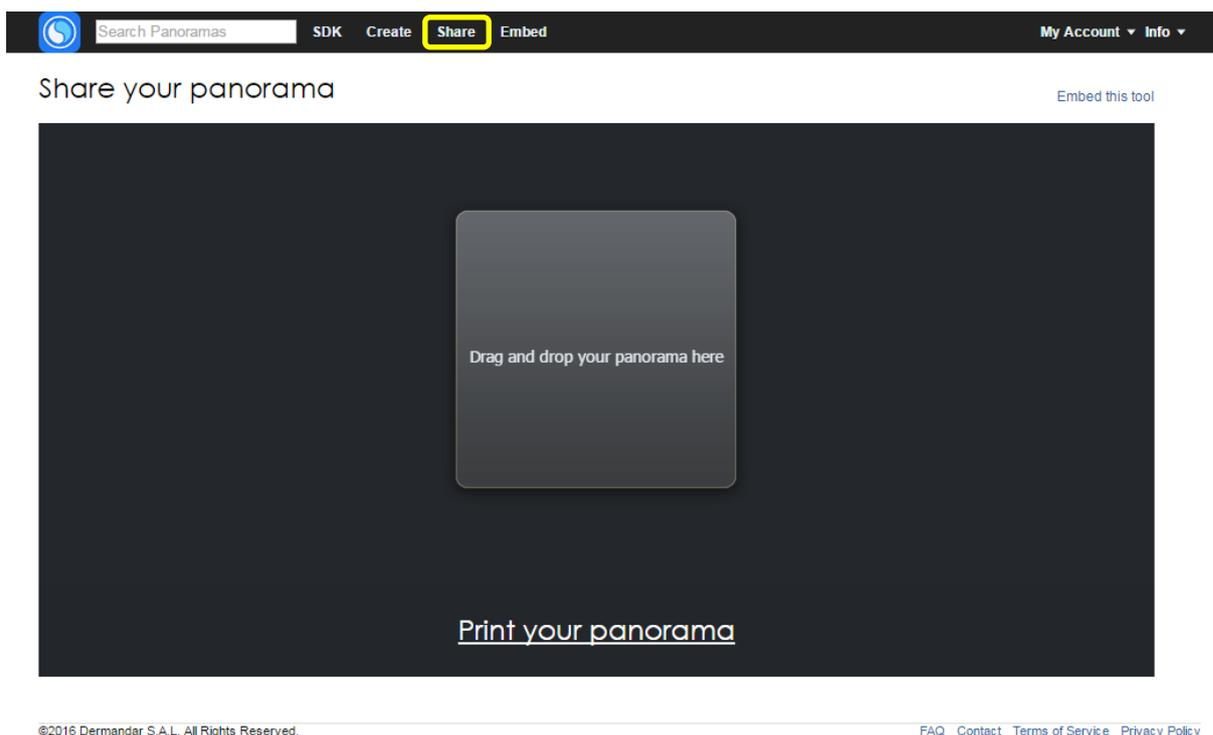

Рис. 2. Окно загрузки панорамы на сервер
1. В верхней строке щелкнуть мышью на ссылке **Share** («опубликовать») – появится окно загрузки панорамы. Здесь достаточно просто перетащить мышью файл панорамы из папки на серое поле (рис. 2).